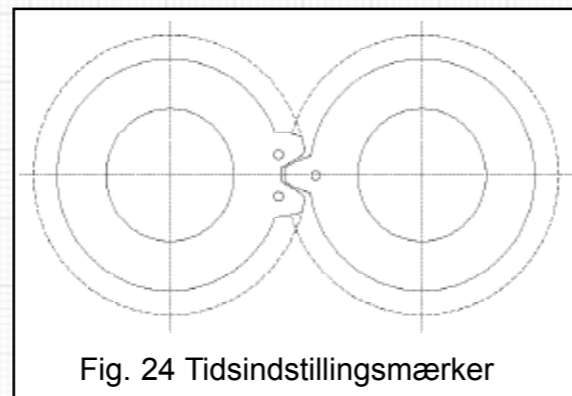

Fig. 24 Tidsindstillingsmærker
- g) Gentag c) til f) på drivakslen. Bemærk: Når det andet gear monteres, skal takthjulsmærkerne rettes ind. (Se fig. 24).
Før punkt i) udføres, montér geardrivkilerne (28), gearene (6), sikringsskiverne (7) og gearmøtrikkerne (8). Sørg for at takthjulsmærkerne (se fig. 24) er rettet ind.